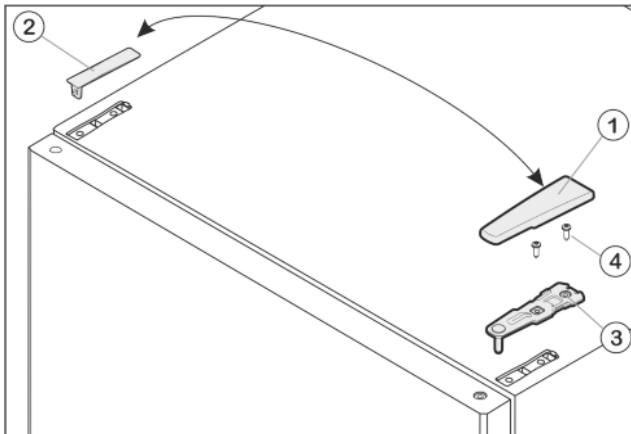

Fig. 8
- ▶ Abdeckung Fig. 8 (1) nach vorne und oben abziehen.
- ▶ Abdeckung Fig. 8 (2) abheben.
- ▶ Oberen Lagerbock Fig. 8 (3) abschrauben (2 mal Torx® 25) Fig. 8 (4) und nach oben abziehen.
- ▶ Oberen Lagerbock *Fig. 8 (3)* auf der neuen Scharnierseite in die Tür einsetzen.
- ▶ Oberen Lagerbock **fest (mit 4 Nm)** anschrauben (2 mal Torx® 25) *Fig. 8 (4)*. Schraublöcher evtl. vorstechen oder Akkuschrauber verwenden.
- ▶ Abdeckung *Fig. 8 (1)* und Abdeckung *Fig. 8 (2)* jeweils auf der Gegenseite von außen aufsetzen und einrasten.